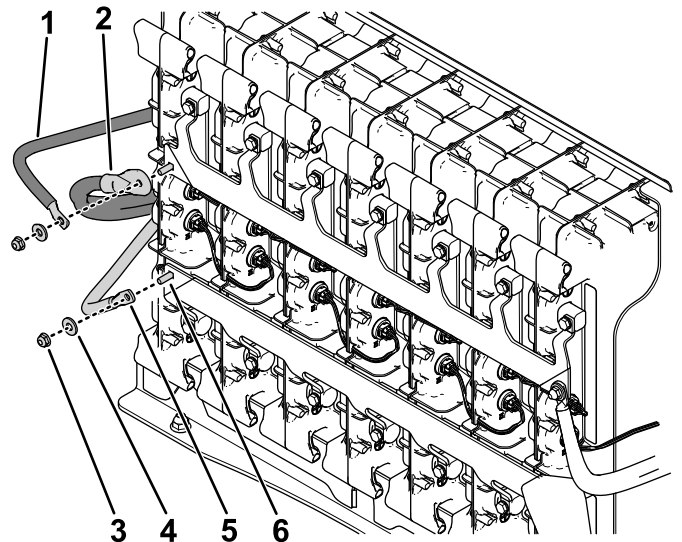

Figura 6
- Utilizzate 2 bulloni a testa tonda ($\frac{1}{4}$ "), rondelle ($\frac{1}{4}$ " e 2 dadi di bloccaggio per collegare i cavi rosso e nero delle batterie ai busbar della base posteriore delle batterie, come illustrato nella Figura 6.
Nota: Il cavo nero delle batterie del kit va installato sopra al cavo nero delle batterie esistente della macchina, come illustrato nella Figura 6.